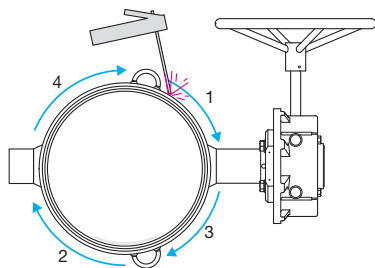
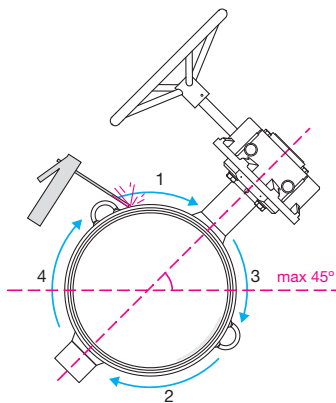

Рис. 18. Сварка швов.
Рис. 19. Сварка швов.
- Рекомендуется устанавливать затвор под углом (см. Рис. 19) или таким образом, чтобы шток находился в горизонтальном положении. (см. Рис. 18). Избегайте устанавливать затвор так, чтобы шток находился в вертикальном положении.
Предельно допустимый угол между осью штока и горизонтальной осью равен 45 градусам (См. Рис. 19).
- Рекомендуемым методом приварки затвора к трубе является сварка с помощью соединительных труб (см. Рис. 21.). Сварка прихваточными швами и порядок сварки швов - в соответствии с Рис. 18. и 19 . Порядок сварки: 1-2-3-4.